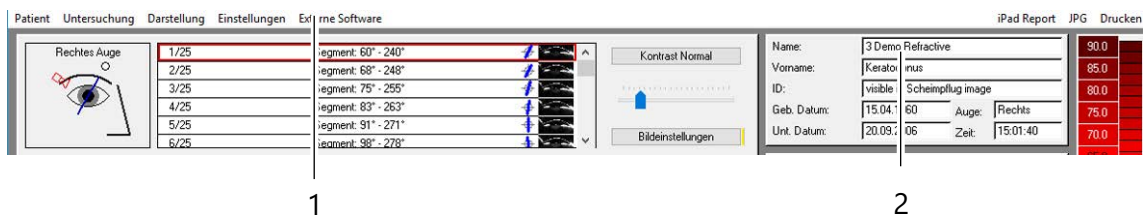

Fig. 6-1: Menüleiste Pentacam® Programm
- ➔ Wählen Sie im Pentacam® Programm → Abb. 6-1 (Seite 28) den Menüpunkt [Untersuchung] und klicken Sie auf [Scan].